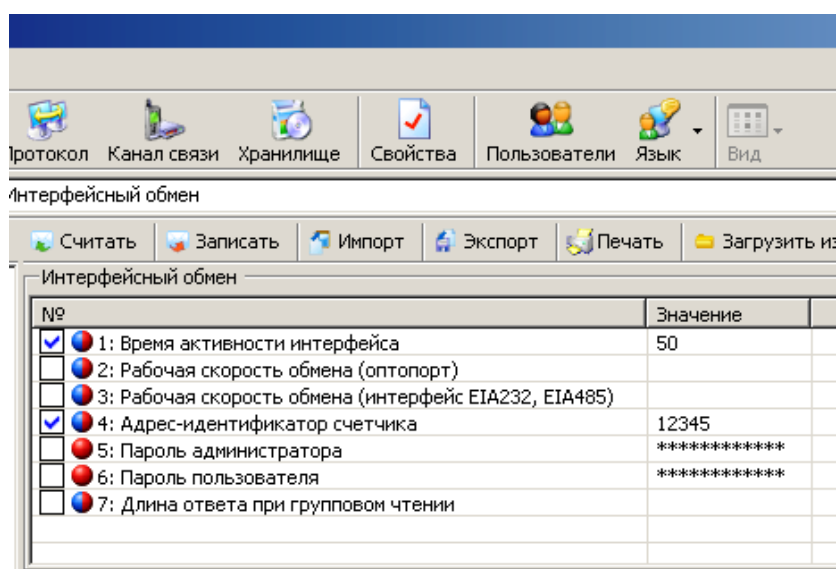

Рисунок 5.20 – Интерфейсный обмен
- Перейти на вкладку «Общие», чтением параметра «Режим работы счетчика» убедиться, что время ожидания ответа равно времени активности интерфейса (см. рисунок 5.20).
- Проверить значения начальной и рабочей скорости через интерфейс, они должны быть равны 2400 бод (3) (см. п. 5.4.3).
- Чтением параметра «время активности интерфейса» убедиться, что его значение равно 50 с. (см. рисунок 5.20).
- Чтением параметра «адрес-идентификатор счетчика» (см. рисунок 5.20) убедиться, что его значение равно 5 последним цифрам серийного номера, без нулей перед значащими цифрами, т.е. если 5 последних цифры заводского номера имеют вид «00001», то идентификатор равен «1».